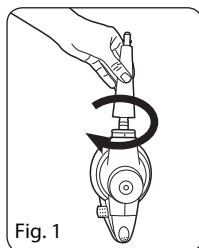

Fig. 1
1. Monter la poignée prolongateur sur la buse vapeur de l'appareil (Fig. 1). Emboîter le tube flexible sur l'embout du nettoyeur en faisant correspondre les deux repères et tourner la poignée dans le sens des aiguilles pour le verrouiller. Une fois la poignée mise en place, vous pouvez l'utiliser pour appliquer de la vapeur chaude directement ou en combinaison avec d'autres accessoires. Trouver la liste des accessoires pouvant être fixés dans le « Tableau accessoires ».